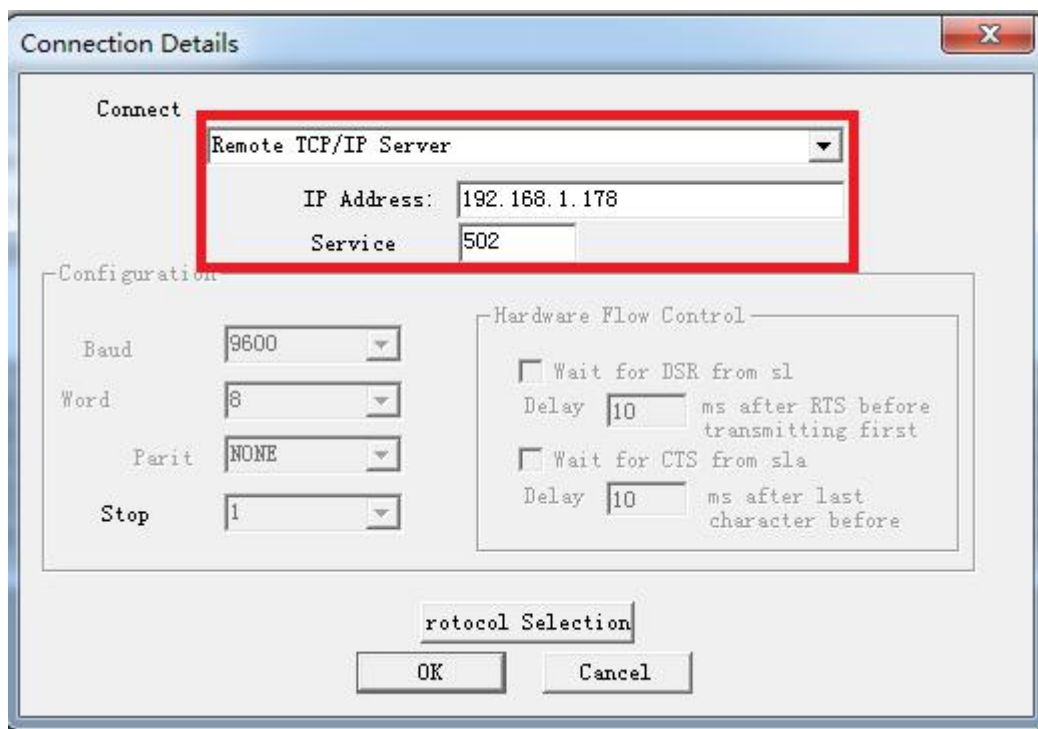

图 1
2. 选择菜单 Connection/Connect，选择 Remote TCP/IP Server，输入 RVNet-KV 的 IP 地址，Service 端口为 502；点击 [OK] 按钮，如图 1 所示。